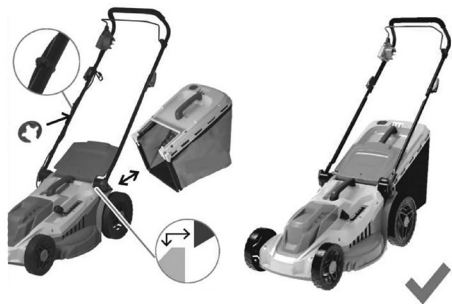

Рис. 4 Установка травосборника
4. Установите фиксаторы крепления кабеля включения (Рис. 4).